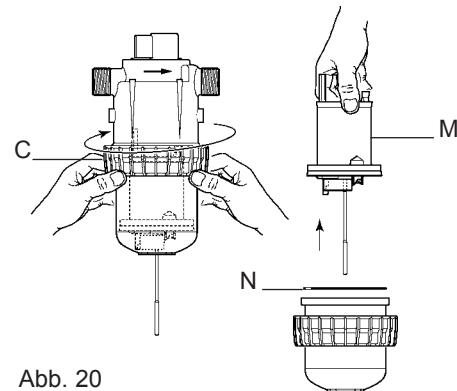

Abb. 20
- Lösen der Pumpenkörperverschraubung **per Hand** (**Abb. 20-C**).
- Den gesamten Motorkolben (**Abb. 20-M**) nach oben herausziehen.
- Erneuter Zusammenbau : Den Motorkolben teils in den unteren (Schritt ①), teils in den oberen (Schritt ②) Pumpenkörper einfügen (vorsichtiges Einfügen der Lippen des Motorkolbens), erst dann beide Pumpenkörperpartien zusammenschieben und dabei darauf achten, dass der Dichtungsring (**Abb. 20-N**) nicht beschädigt wird.
- Schritt ③ : Die Pumpenkörperverschraubung per Hand festschrauben.
- Die Dosierpartie wieder anbauen, nicht jedoch ohne deren Dichtungsring (**Abb. 20-N**) gesäubert oder ausgetauscht zu haben.